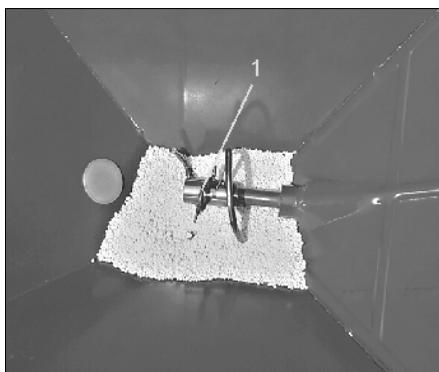

Fig. 61
- La clip a spirale dell'agitatore serve (Fig. 61/1) come di sicurezza per l'alberoagitatore.